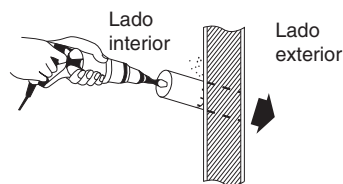

Fig. 3-4
(4) Corte uma abertura na parede utilizando um serrote de ponta, um serrote para abertura de furos de fechaduras ou perfuradora. (Fig. 3-4)